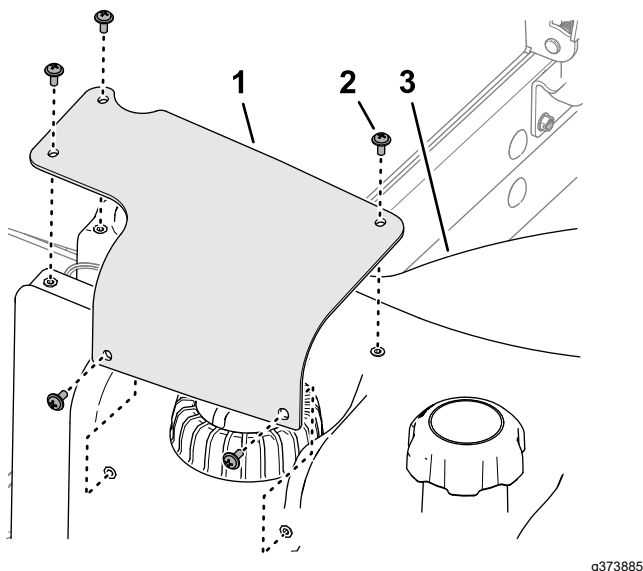

Bild 130
7. Richten Sie die Löcher in der Abdeckung des Kraftstoff-Füllstandssensors an den Löchern im Kraftstofftank aus und befestigen Sie die Abdeckung mit den fünf Kreuzschlitzschrauben am Kraftstofftank (Bild 130).